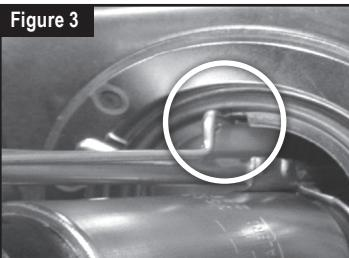

Figure 3
2. Once the float arm is inside the tank, reposition the assembly that the float arm in the upper notch and the bottom of the assembly is angled in the lower notch (Figure 3).
2. Lorsque le bras de flotte est à l'intérieur du réservoir, déplacer la jauge à essence pour que le bras de flotte se trouve dans l'encoche supérieure et le bas de la jauge à essence soit placé en angle dans l'encoche inférieure (Figure 3).